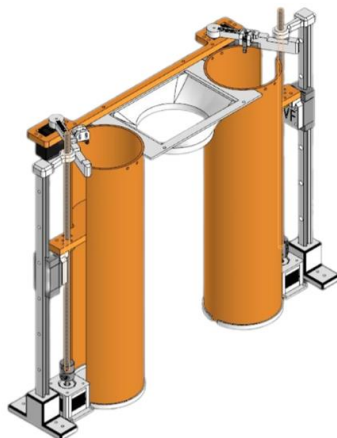

Рисунок 1 – Робот-накопитель (хранитель)
2) Разработка включает в себя, в качестве улучшения, робота-хранителя (рис.1) для хранения тортов.